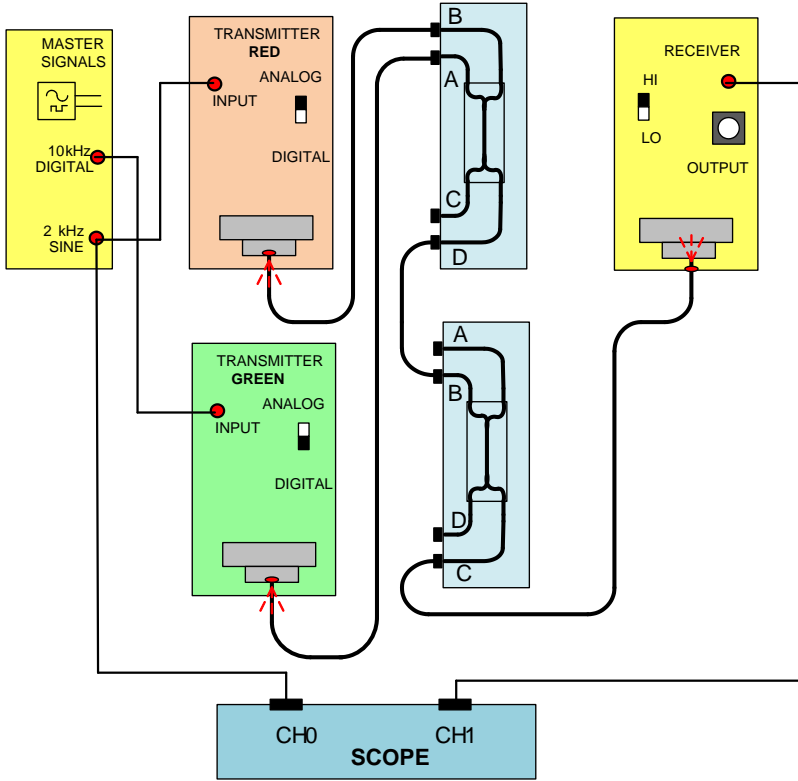

Рис.5. Схема соединений линии передачи аналогового и цифрового сигналов без светофильтров
8. Измените схему соединений и соедините, как показано на рис. 5.